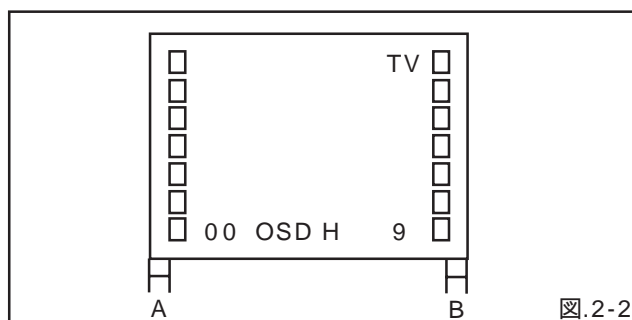

図.2-2
8. X値調整ドライバー(JG153)を図.2-2-Bの④にセットし、エンベロープの波形の出力が最大となる様にX値を調整します。この時、オーディオ波形がエンベロープ波形に対し、図.2-1-A(1)から(2)の範囲内に入っているか確認して下さい。
3. リモコン送信器の音量アップ/ダウンキーにて、AとBの差が最小になる様に調整します。(図.2-2参照)